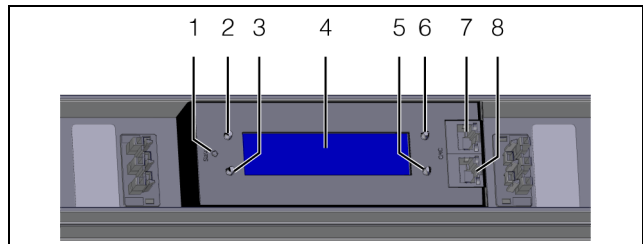

Abb. 4: Display und Bedienelemente
- Verbinden Sie die PSM Messschiene über ein CAN-Bus-Verbindungskabel mit einer CAN-Bus-Schnittstelle der CMC III Processing Unit bzw. der benachbarten Komponente im CAN-Bus (Abb. 4, Pos. 7). Nach einer kurzen Wartezeit erscheint am Display der PSM Messschiene der Statusbildschirm und das Gerät ist betriebsbereit.
- Schließen Sie ggf. an der zweiten, freien CAN-Bus-Schnittstelle der PSM Messschiene (Abb. 4, Pos. 8)